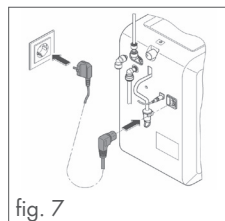

fig. 7
- Branchement de l'alimentation électrique via la prise secteur, voir fig. 7.